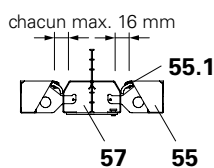

Fig. B10.13
- Deux pièces extérieures (55) pour couverture en béton
- Une pièce centrale MTF (57)
- (Fig. B10.13)